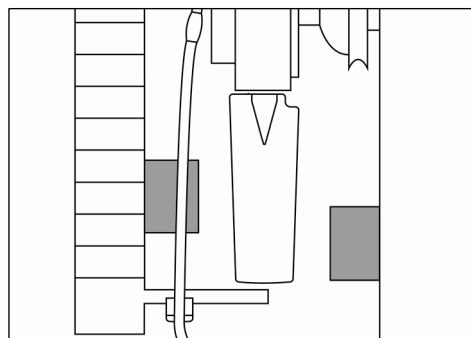

Fig. 35
- 30)** Asigurați-vă că, atunci când paletele sunt în poziția transversală, acestea nu se lovesc de niciun obiect din fața sau din spatele ventilatorului (distanță minimă 5 mm (0,196”)/consultați Fig. 35).